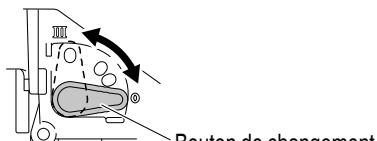

Fig. 13
- (1) La scie sauteuse utilise un fonctionnement orbital qui déplace la lame tout aussi bien d'avant en arrière que de haut en bas. Régler le bouton de changement montré à la Fig. 13 sur "0" pour minimiser le fonctionnement orbital (la lame ne se déplace que de haut en bas). Le fonctionnement orbital peut être sélectionné en quatres étapes de "0" à "III".